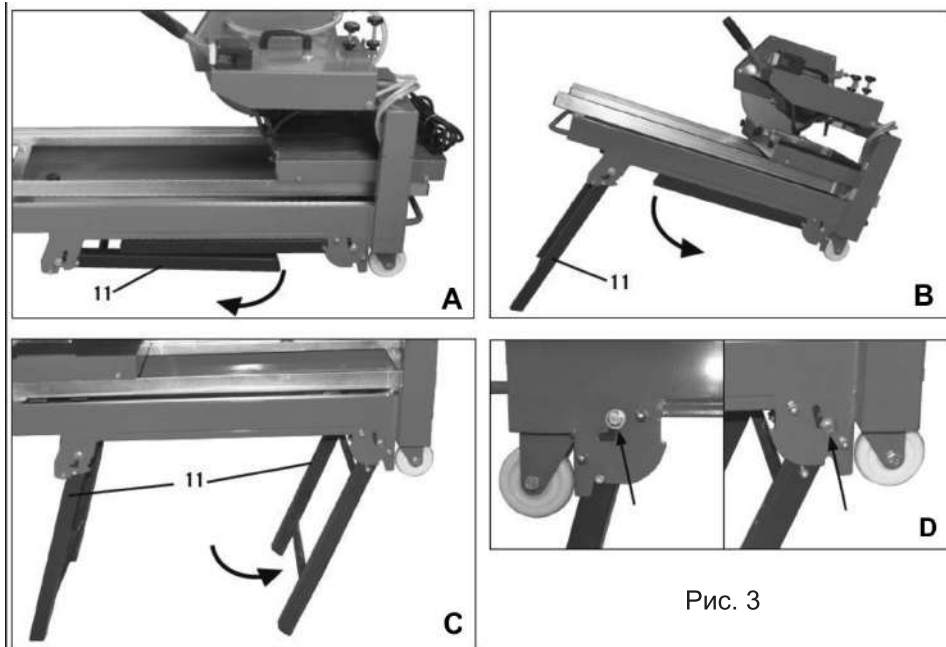

Рис. 3
2. Разложите складные ножки станка (рис. 3 (А,В, С)) и зафиксируйте их винтами (рис. 3D).